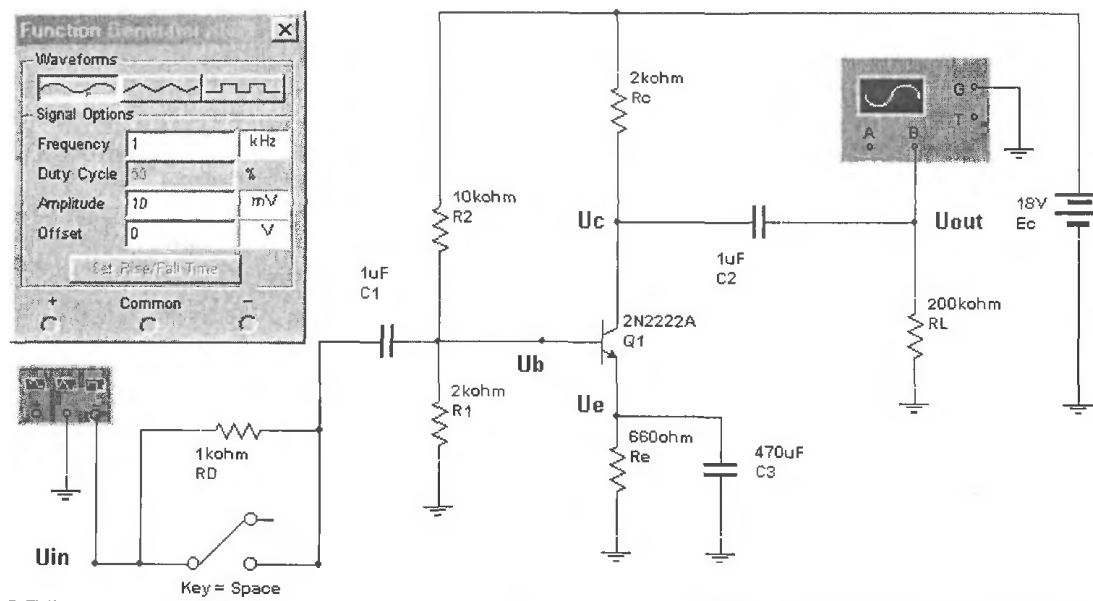

Рисунок 3 - Схема усилителя с общим эмиттером
1. Смоделируйте схему усилителя с общим эмиттером, изображенную на рис. 3. Установочные параметры приборов также должны соответствовать изображению.
4. Для схемы на рис. 3 определите ток эмиттера. По его значению вычислите дифференциальное сопротивление  $r_{Э}$  эмиттерного перехода.